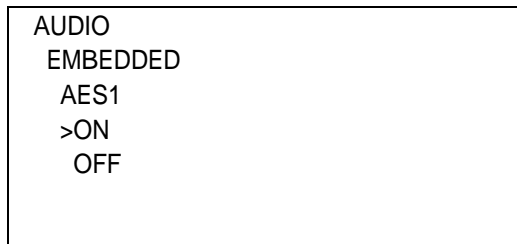

図4-35 オンスクリーンメニュー (AES1例)
- 2) ツマミを回してグループを選択し、**ENTER**ボタンを押し階層下の ON/OFF 選択メニューに入ります。(図 4-35 参照)